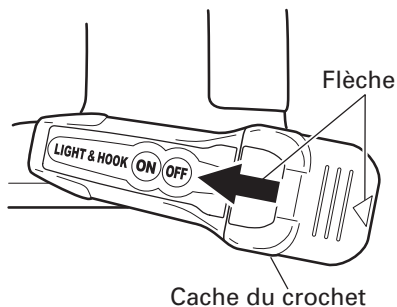

Fig. 13
Retirer le cache du crochet en appuyant dessus dans le sens de la flèche. (Fig. 13)
- (3) Aligner la découpe du corps principal du crochet sur la saillie du cache du crochet, appuyer sur le cache du crochet dans le sens contraire à celui de la flèche de la Fig 13, puis resserrer la vis. Utiliser des piles AAAA (1,5 V) en vente dans le commerce.